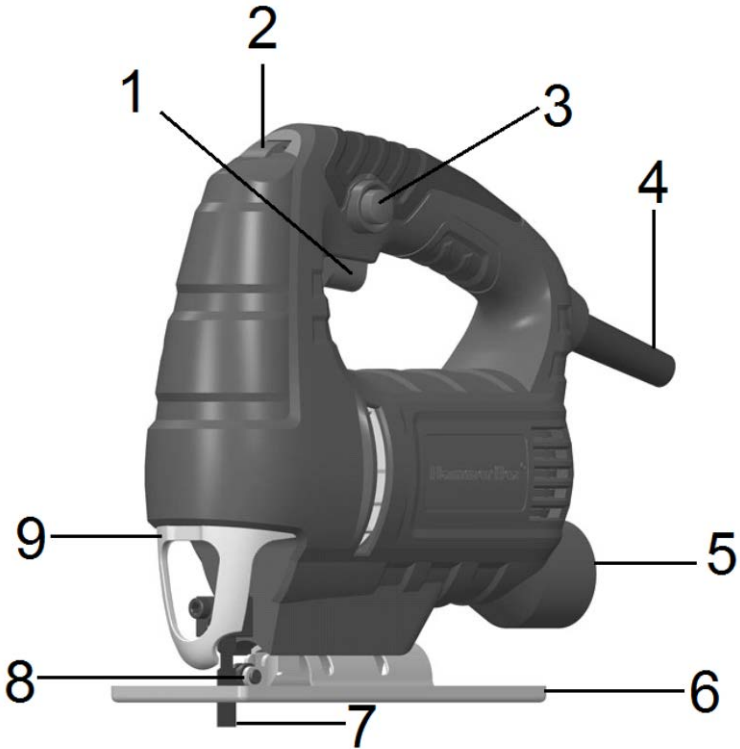

Рис.1
## ОПИСАНИЕ ИНСТРУМЕНТА (Рис.1)
- Вставьте ножовочное полотно в гнездо пилкодержателя. При установке следите за тем, чтобы задняя часть ножовочного полотна попала в паз направляющего ролика (8, Рис.1). Обратите внимание на направление зубцов полотна. Они должны смотреть вперед.
Угол установки основания (6, рис.1) можно регулировать до 45 градусов по отношению к плоскости распиливаемого материала. Для этого поступите следующим образом:
Для повышения точности пиления инструмент оснащен направляющим роликом (8, рис.1). Его необходимо отрегулировать так, чтобы он касался задней кромки пильного полотна во время работы.